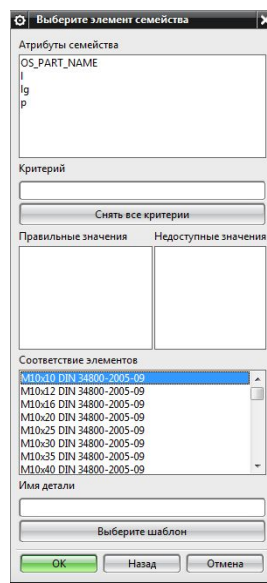

Рис. 36
5. Выбрать конфигурацию требуемого компонента и нажать кнопку **Ок** (рис.36).